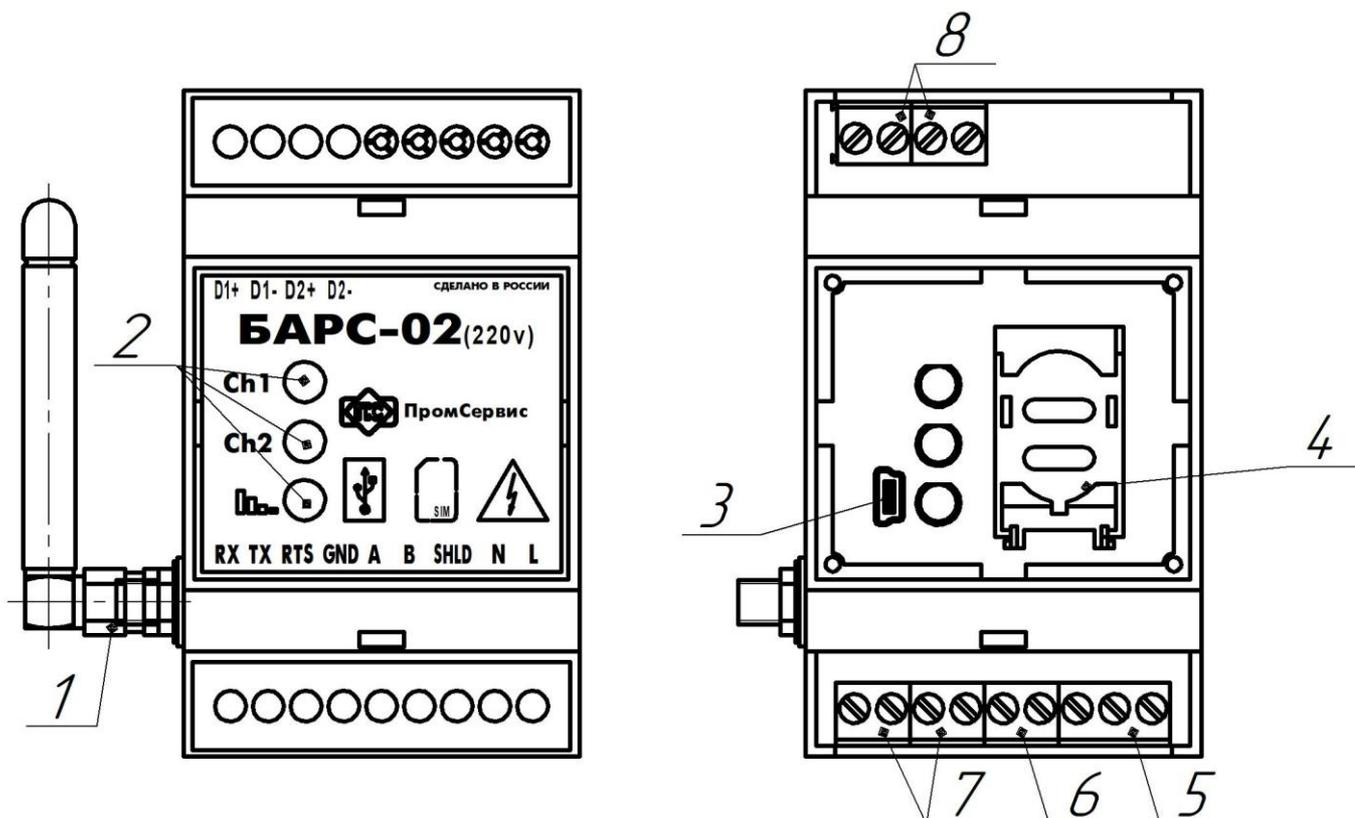
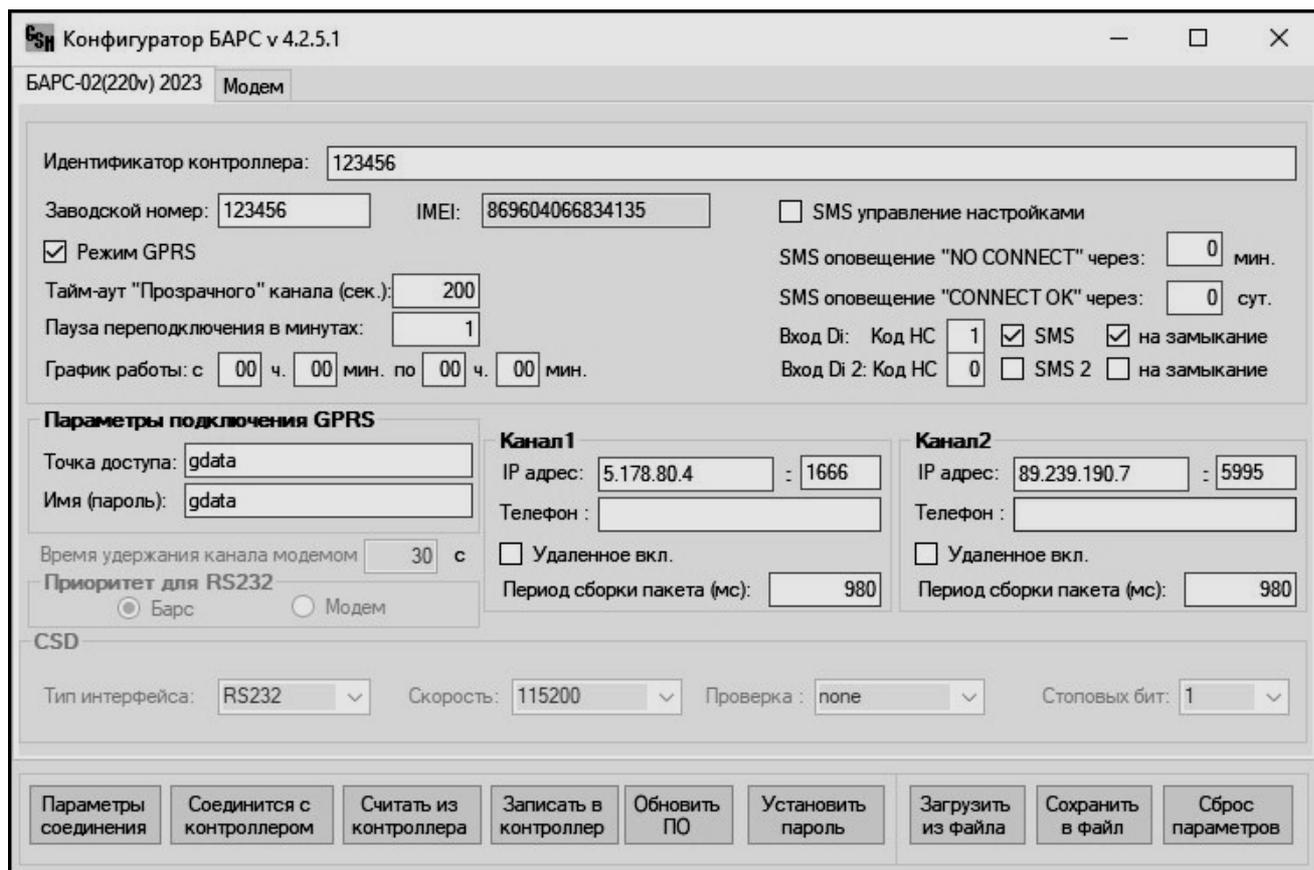

Рисунок 1 – Внешний вид BARC-02-P-1-П
Рисунок 4 – Основное окно программы настройки БАРС
Светодиодные индикаторы «**Ch1**», «**Ch2**», расположенные на лицевой крышке блока (Рисунок 1) индицируют наличие соединения с серверами сбора данных по каждому каналу. При попытках подключения к требуемому серверу сбора данных кратковременно (~ 1с.) включается соответствующий индикатор. При наличии устойчивого соединения в режиме GPRS, соответствующий номеру канала светодиодный индикатор горит непрерывно. При опросе сервером сбора данных, индикатор, соответствующего канала начинает мерцать.
- Подключить ПК через кабель USB/miniUSB (далее USB-кабель) к разъему miniUSB тип В (Рисунок 1 поз.3).
5.7 После подачи блоком светового сигнала индикатором «» на лицевой панели (Рисунок 1), не позднее 15 с нажать кнопку “ОК”. При сообщении об успешном соединении нажать кнопку “Считать из контроллера”, при этом текущие настройки отобразятся в соответствующих полях (рисунок 4). **Подключение к блоку через разъем miniUSB возможно в любой момент времени работы блока.**
6.3 Установить SIM-карту в держатель (поз. 4) (Рисунок 1) с активированной услугой передачи данных по GPRS-каналу (для работы по запросу, дополнительно необходима услуга голосового вызова и(или) SMS), и отключённой функцией проверки PIN-кода.